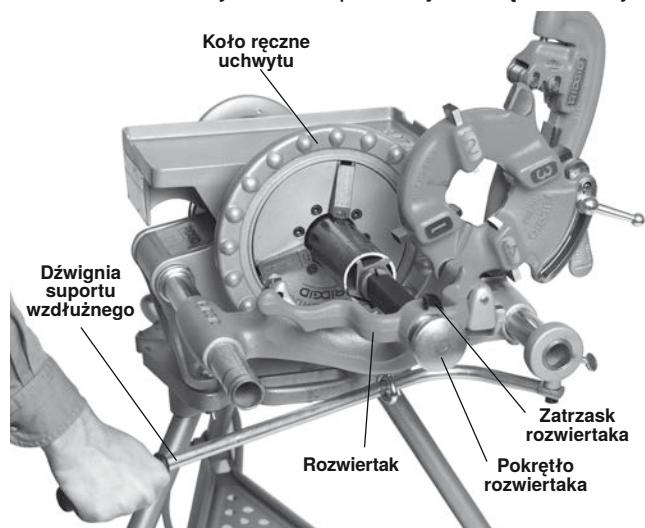

Rysunek 21 – Przecinanie za pomocą obcinaka nr 360
4. Chwycić oburącz uchwyt posuwu obcinaka rur (Rysunek 21).